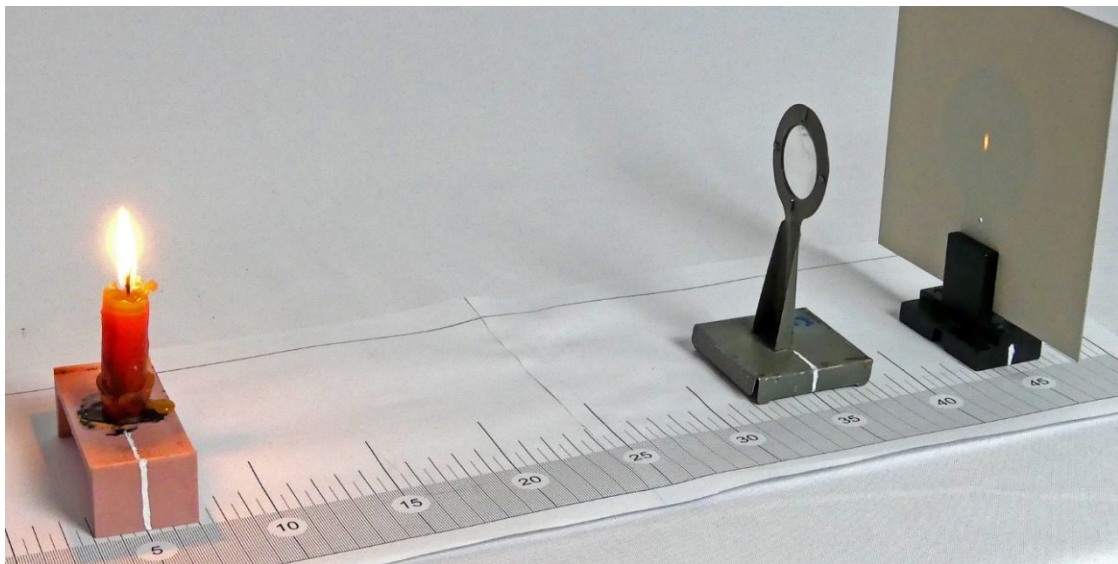

Рис. 5
4. Між свічкою та екраном є два положення лінзи, при яких одержується різке зображення. Одне з зображень буде збільшеним, а друге – зменшеним. Переміщуючи лінзу, одержимо на екрані зменшене зображення полум'я свічки (рисунок 5).
5. Знову виміряємо відстань між свічкою та лінзою  $d$  та між лінзою і екраном  $f$  (рисунок 5 і 6).
6. Запишемо у зошит обидві пари значень  $d$  і  $f$  та обчислимо за формулою (1) фокусну віддаль  $F$  і оптичну силу  $D$  лінзи.